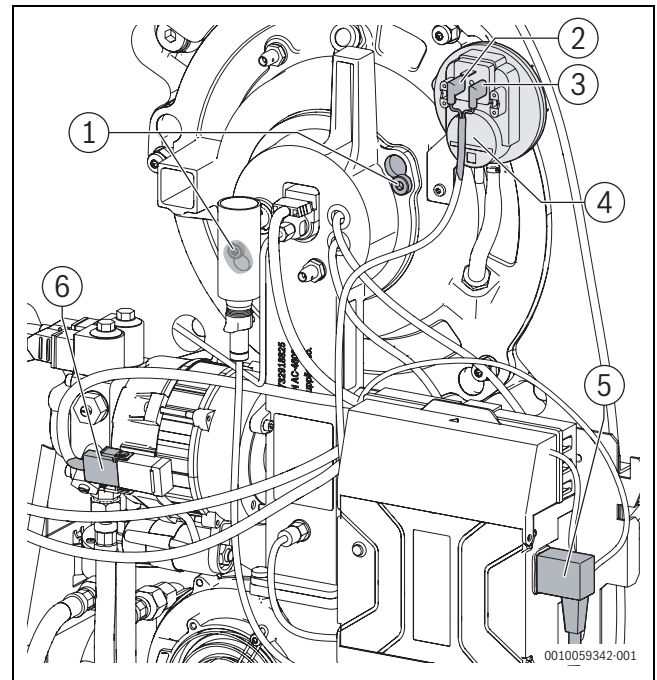

Bild 64 Befestigungsschrauben Brenner lösen
- ▶ Netzstecker (→ Bild 64), BUS-Leitung und Anschlusskabel Kesseltemperaturfühler (→ Kapitel 13.3.2, Seite 64) am Feuerungsautomat und Anschlussstecker am Ölpumpenmotor abziehen.
- ▶ Anschlussfahnen [2] des Anschlusskabels am ADS-Druckschalter [3] abziehen (→ Bild 64, Seite 40).